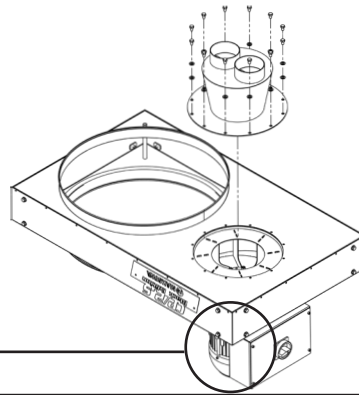

figura 1
1. Fixe o Funil Coletor, aplicando silicone na área ao redor do orifício principal, use os parafusos e arruelas que já estão pré-fixados para prender o Funil Coletor no local designado (figura 1).